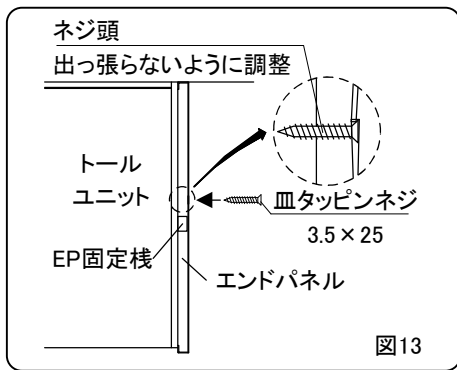

図13
- ②加工した穴にシリコンで防錆処理してください。
- ③加工した穴からネジ(皿タッピンネジ3.5×25)を打ち、パネルの反りを矯正してください。(P.14 図13) (ネジ頭が出っ張らないように調整してください。)